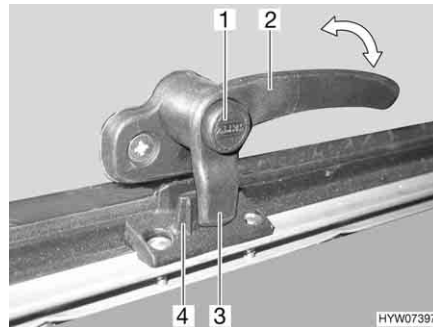
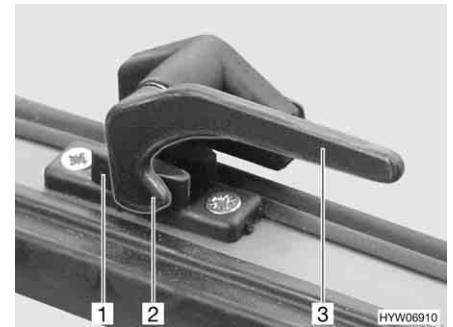

Bild 47 Verriegelungshebel mit Sicherungsknopf in Stellung "geschlossen"
Bild 48 Verriegelungshebel in Stellung "geschlossen"
- Wenn vorhanden, Sicherungsknopf (Bild 47,1) drücken und gedrückt halten.
- Den Verriegelungshebel (Bild 47,2 oder Bild 48,3) eine viertel Umdrehung zur Fenstermitte hin drehen.
- Den Verriegelungshebel (Bild 47,2 oder Bild 48,3) eine viertel Umdrehung zum Fensterrahmen hin drehen. Die Verriegelungsnase (Bild 47,3 oder Bild 48,2) am Verriegelungshebel liegt komplett auf der Innenseite der Fensterverriegelung (Bild 47,4 oder Bild 48,1).
- in Stellung "fest verschlossen" (Bild 47 und Bild 48)